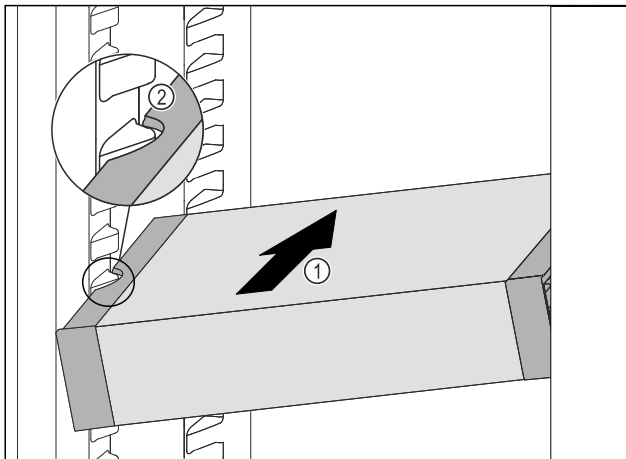

Fig. 63
- ▶ VarioSafe schuin in het koelgedeelte schuiven Fig. 63 (1), tot de uitsparingen aan de zijkant Fig. 63 (2) van de VarioSafe op de hoogte van de rib in het koelgedeelte zitten.